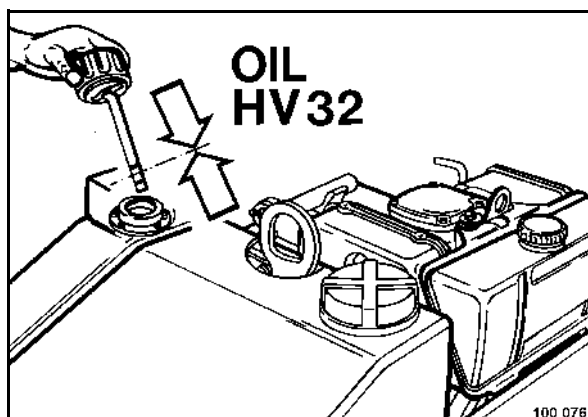

fig. 56
- Nettoyer autour de l'ouverture de remplissage (fig. 56).